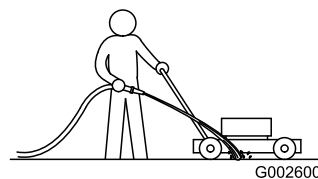

Figura 52
1. Con el motor en marcha sobre una superficie plana pavimentada, dirija un chorro de agua hacia delante de la rueda trasera **derecha** (Figura 52).